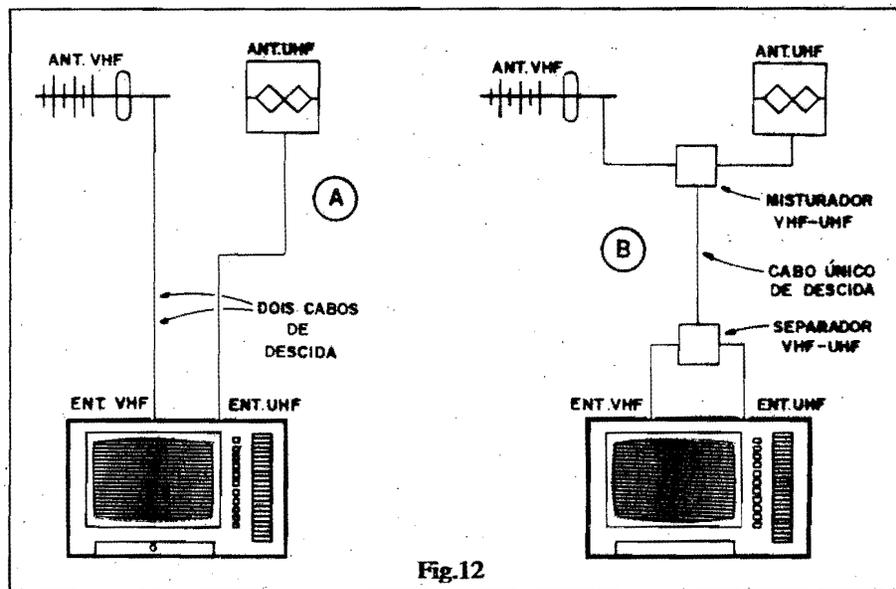

Fig.12
- **FIG. 12** - Até agora falamos e mostramos os fatos como uma visão "estritamente em UHF"... Acontece que na grande maioria dos casos, também emissoras "normais" (VHF) devem ser recebidas no sistema. A parte prática da instalação apresenta duas opções básicas, mostradas na figura... Normalmente existirá pelo menos **uma** antena de VHF para ser incorporada ao sistema de recepção; supondo que o receptor de TV apresente entradas específicas para a cabagem de antenas VHF e UHF (obviamente TV capaz de sintonizar VHF e UHF...), ou (12-A) são feitas duas "descidas" de cabo, uma para cada antena, ou (12-B) utiliza-se um MISTURADOR "lá em cima" e um SEPARADOR "aqui em baixo". Tanto o MISTURADOR quanto o SEPARADOR devem